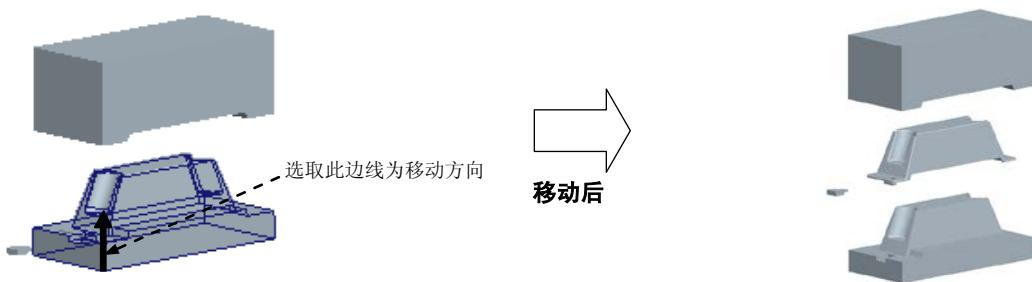

图 12.49 移动下模
Step4. 开模步骤 3: 移动下模。选中下模, 选取图 12.49 所示的边线为移动方向, 输入要移动的距离值-70, 选择 **Done (完成)** 命令, 完成下模的开模动作。